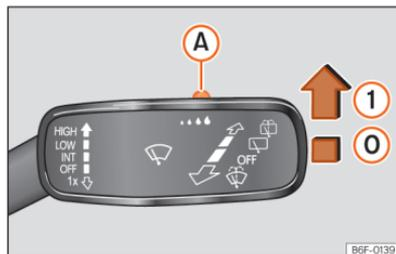

Fig. 87 Manípulo do limpavidros: ajustar o sensor de chuva (A).
»» Fig. 87.
- ① Sensor de chuva ativo; varrimento automático se necessário.
Depois de desligar a ignição e de voltar a ligá-la, o sensor de chuva permanece ativo e funciona de novo quando o limpa-vidros está na posição »» Fig. 87 ① e se circula a mais de 16 km/h (10 mph).